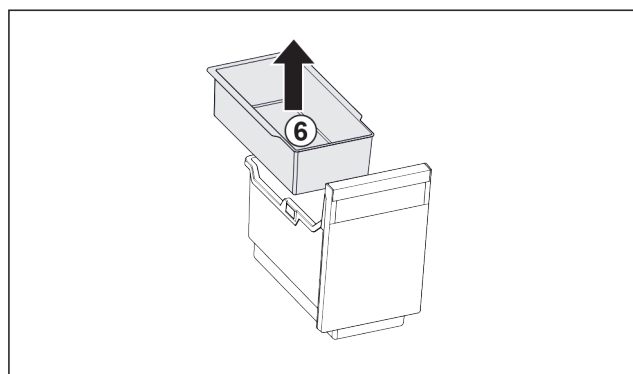

Fig. 124
- Rimuovere la vaschetta da agganciare Fig. 124 (6).